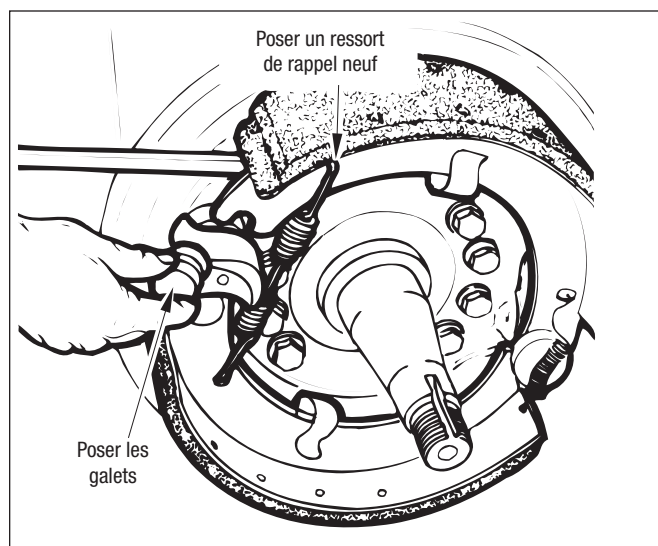

Figure 60 – Pose des ressorts de rappel et des galets
8. Accrocher un ressort de rappel neuf au trou de l'âme inférieure puis, à l'aide d'un tournevis, étirer le ressort pour accrocher l'autre bout au trou de l'âme supérieure. Cf. Figure 60.